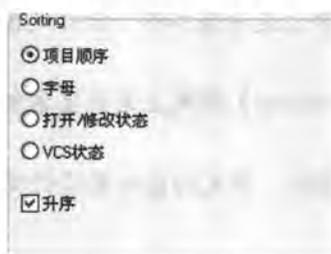

图 2-15 **【Sorting】** 选项组
4) **【Sorting】** 选项组 该选项组用来设置某一项目中的文档排列顺序, 有 4 个单选框, 如图 2-15 所示。